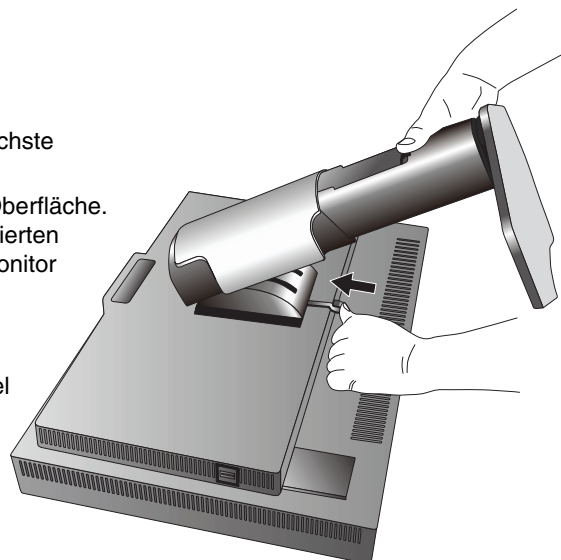

Abbildung S.1
3. Legen Sie den Monitor mit der Vorderseite nach unten auf eine glatte Oberfläche. Vergewissern Sie sich, dass keine Belastung oder Druck auf den integrierten Frontsensor aufgebracht wird. Um dies zu vermeiden, legen Sie den Monitor mit der Display-Seite nach unten auf einen Tisch, wobei der integrierte Frontsensor über den Tischrand hinausragt (**Abbildung S.1**).
4. Fassen Sie mit einer Hand den Fuß und mit der anderen den Schnellfreigabehebel. Drücken und halten Sie den Schnellfreigabehebel in Pfeilrichtung (**Abbildung S.1**).
5. Heben Sie den Monitorfuß an, um ihn vom Monitor zu lösen (**Abbildung S.1**).